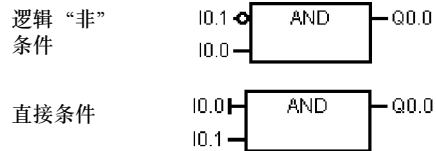

图5-5 FBD约定
- “非”泡: 逻辑“非”条件或操作数与功率流的反向条件在输入中都用小圆圈来表示。在图5-5中, Q0.0等同於I0.0“与”I0.1的“非”。“非”泡仅适用于布尔型信号, 可将它们指定为参数或功率流。
- 直接指示符: 如图5-5所示, FBD编辑器显示布尔型操作数的直接条件, 它在FBD指令的输入上有一个垂直行。直接指示符将引起特定物理输入的直接读取。直接操作符仅适用于物理输入。